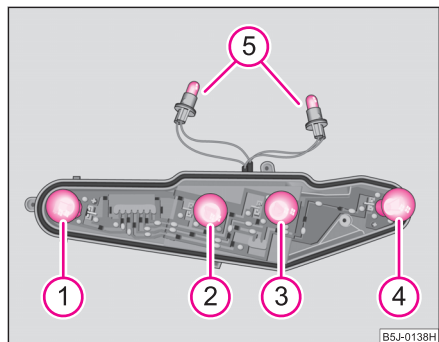

Fig. 193 Lampa din spate: Poziția becurilor
- Pentru a înlocui becul luminii de staționare, rotiți fișa becului ⑤ până la limită spre stânga (în direcția săgeții de pe carcasă) și scoateți-o din carcasă ⇒ fig. 193.
Dispunerea becurilor din lampa din spate ⇒ fig. 193